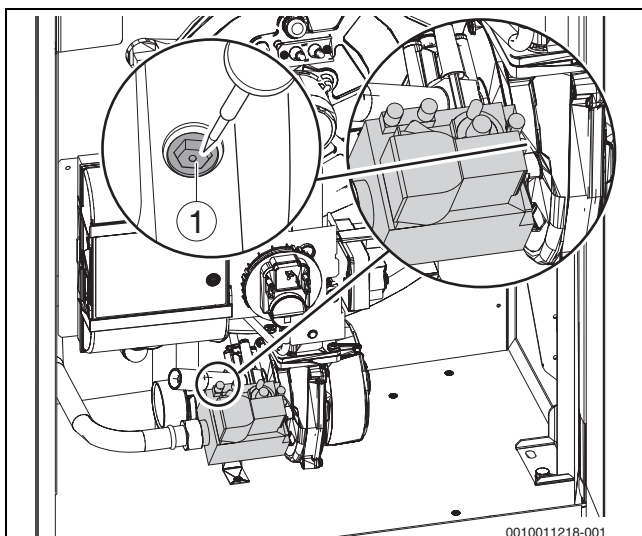

Bild 53 CO2/O2-Einstellung bei Volllast vornehmen
- ▶ Bei CO2-Werten (Werte in Klammern=O2-Werte) < 8,5 % (O2 = 5,8 %) oder > 9,6 % (O2 = 3,8 %) die Einstellung an der Volllast-Einstellschraube korrigieren (→ Bild 53 und Tabelle 12).